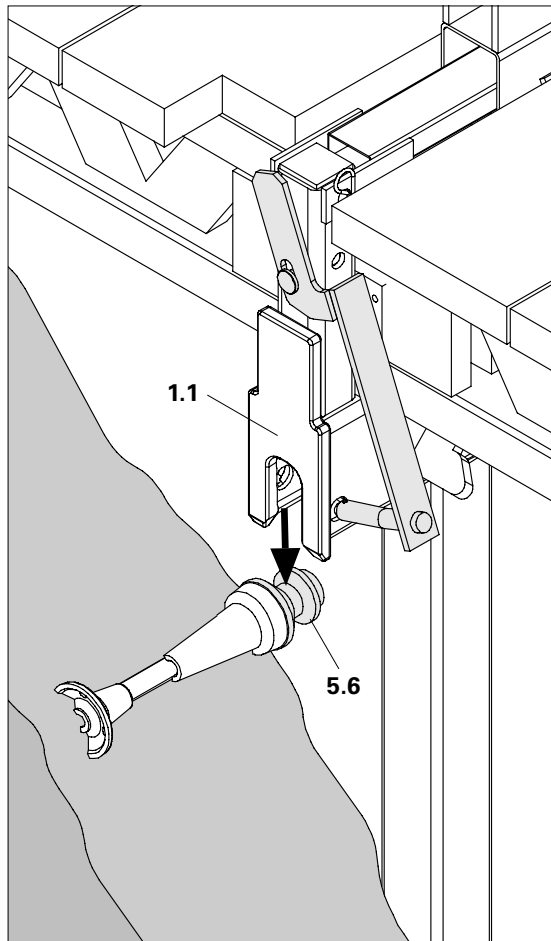

Fig. B1.22
8. Levantar la plataforma y posicionarla sobre los anillos soporte. (Fig. B1.22)